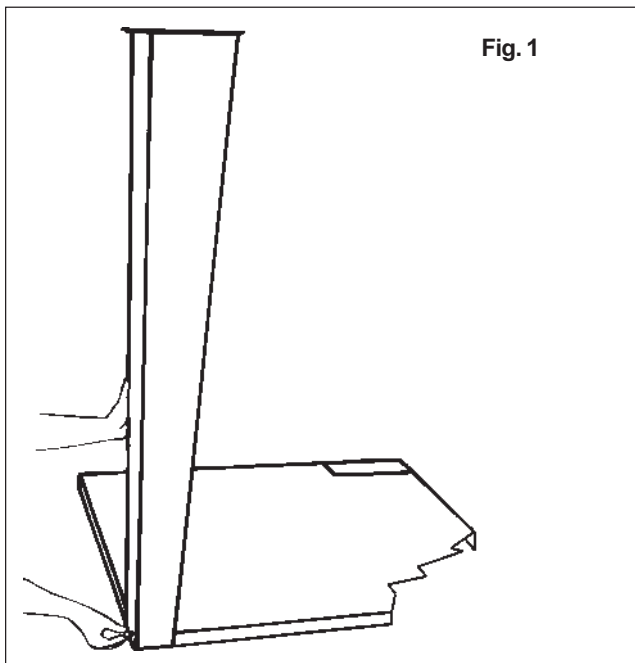

Fig. 1
- 1) Position the base panel on the pallet with the flat part pointing up (Fig. 1).
- 2) Mount the legs in the respective corners of the base panel using bolts (Fig. 1).
- 3) Moderately tighten these bolts, remembering to keep the top part of the leg pointing towards the center (Fig. 1).
- 1) Grundplatte auf die Palette legen, und zwar so, daß die flache Seite nach oben zeigt (Fig. 1).
- 3) Schrauben nur so weit anziehen, daß die Füße sich noch bewegen lassen. Füße zur Mitte drücken (Fig. 1).
- 1) Poser le panneau de base sur palette, en tournant la partie plate vers le haut (Fig. 1).
- 2) Monter les pieds dans les angles du panneau de base à l'aide des boulons (Fig. 1).
- 3) Serrer légèrement en prenant soin de tenir la partie haute du pied tournée vers le centre (Fig. 1).
- 1) Appoggiare il pannello di base su pallet tenendo la parte piana verso l'alto (Fig. 1).
- 2) Montare i piedi nei rispettivi angoli del pannello di base utilizzando bulloni (Fig. 1).
- 3) Effettuare un modesto serraggio di detti bulloni avendo cura di tenere la parte alta del piede orientata verso il centro (Fig. 1).